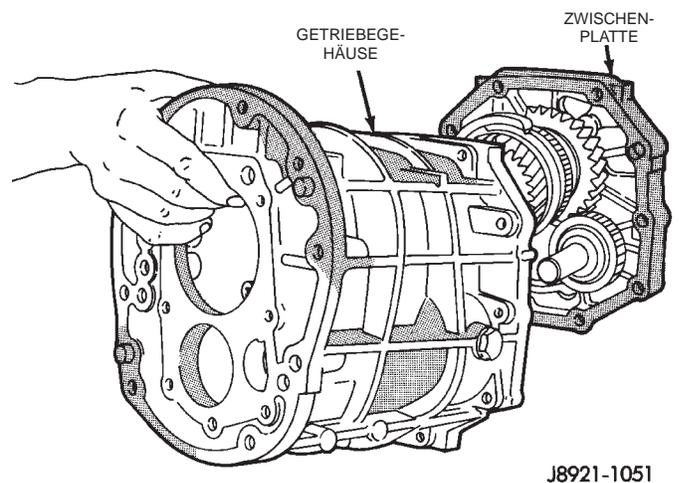

Abb. 35 Zwischenplatte vom Getriebegehäuse abbauen
(24) Die Zwischenplatte vom Getriebegehäuse abbauen (Abb. 35).